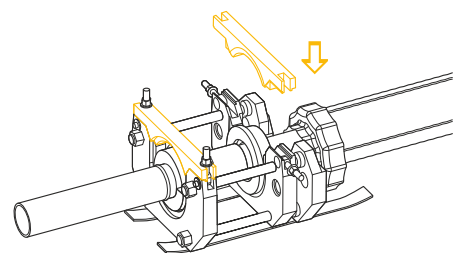

Рис. 4.6.7
8. Зафиксировать упорные вставки прижимными планками. Зафиксировать прижимные планки гайками (рис. 4.6.7). Обработать наружную поверхность гильзы графитовой смазкой.